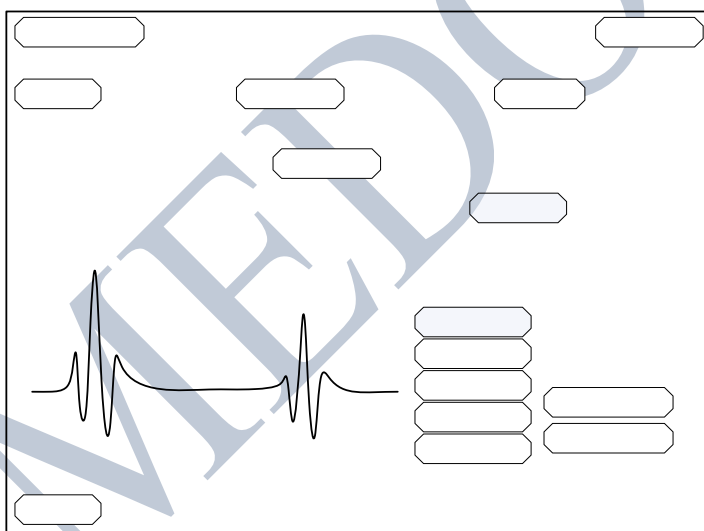

Рисунок 5-7 Единичный режим Пахиметрии
1. **Единичный Режим.** Этот режим позволяет оператору получить пять считываний в одной точке поверхности роговицы. (Рис. 5-7)